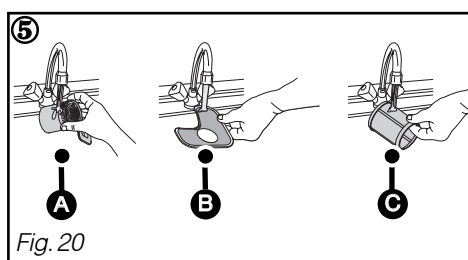

Fig. 20
- ② Desapertar de um quarto de volta o filtro de resíduos e de seguida retirá-lo Ⓐ.
- ③ Tirar o filtro principal Ⓑ.
- ④ Tirar o crivo micro filtro Ⓒ.
- ⑤ Passar cuidadosamente os filtros Ⓐ, Ⓑ e Ⓒ por água da torneira. (Fig. 20)